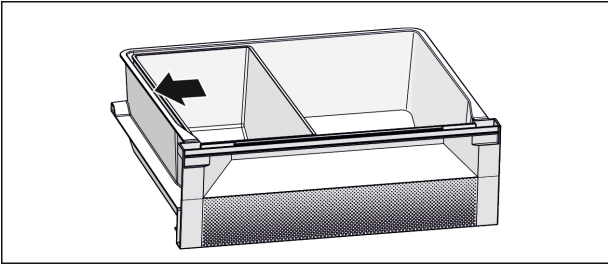

Fig. 7
- ▶ 实现最佳冷却功能：按图放置 Fish & Seafood 存放盒（参见 Fig. 7）。